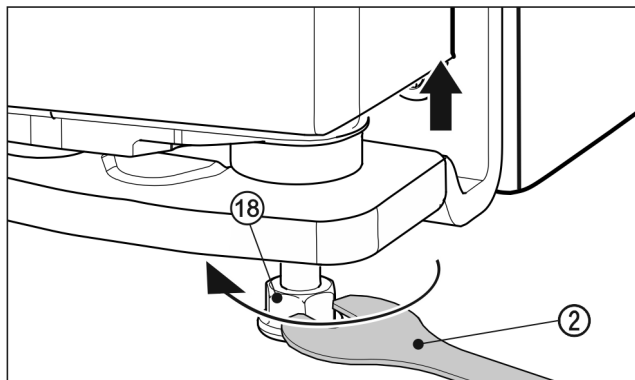

Fig. 22
- Zum Anheben der Tür den Stellfuß Fig. 22 (18) mit dem beiliegenden Gabelschlüssel Fig. 22 (2) rechtsherum bis Kontakt auf Fußboden herausdrehen. Dann weiter drehen bis die Tür in der Höhe verstellt ist. Im Auslieferungszustand ist der Lagerbolzen ganz eingedreht.